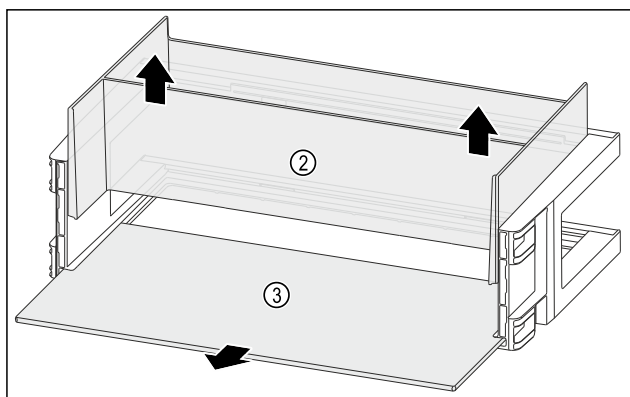

Fig. 132
- ▶ 朝上取出收纳盒 Fig. 132 (2)。
- ▶ 取出搁板 Fig. 132 (3)。